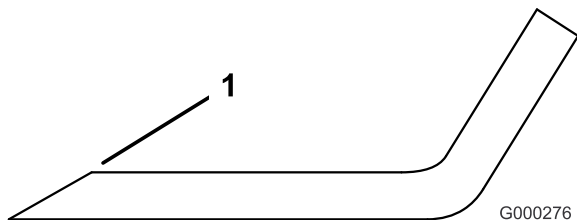

Figure 56
1. Au moyen d'une lime, aiguiser les tranchants aux deux extrémités de la lame (Figure 56).